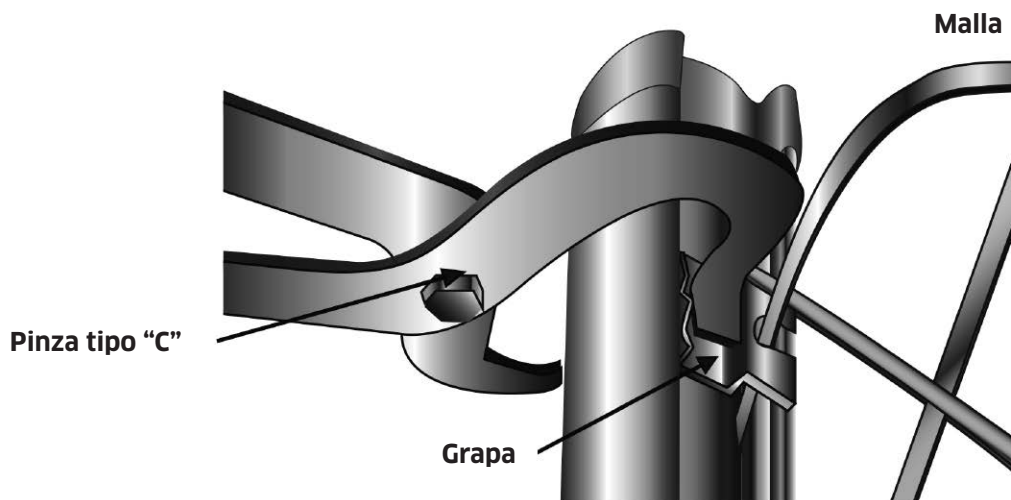

Figura 4.1
**4.1** Utilizando la pinza tipo “C” (esta pinza es parte de las herramientas especializadas que Deacero ofrece) colocar las grapas rectas y ovales correspondientes de acuerdo al diseño **ver tabla A**, apretar fuertemente hasta que la grapa quede atrapada en la ranura y haga “click” (**ver figura 4.1**).